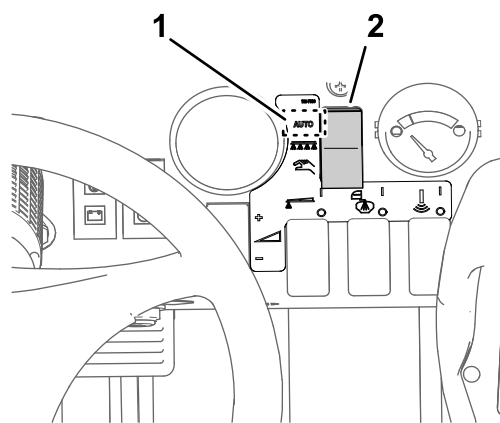

図 34
2. 散布モードボタンで「手動」散布モードにセットする 図 34。